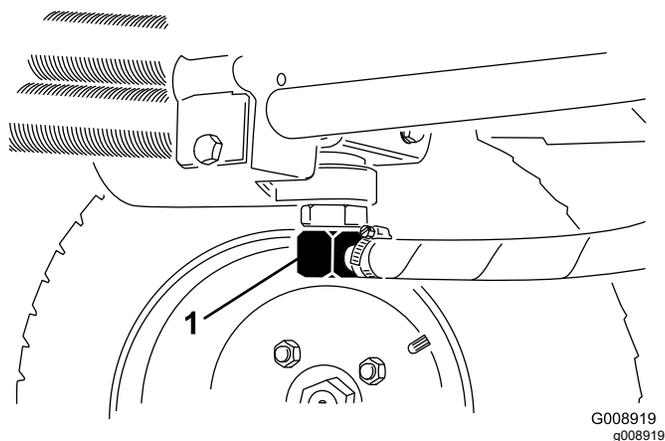
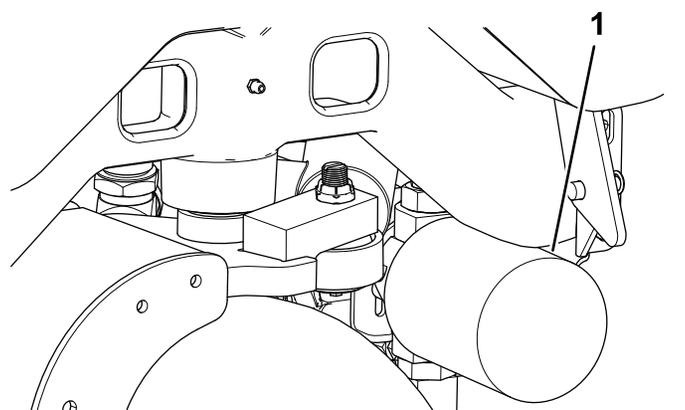

图 75
图 76
3. 断开液压管线图 75 与油箱的连接或卸掉液压油过滤器图 76 让液压油流入放油盘。
4. 在过滤器 (图 76) 下面放置一个放油盘并拆下过滤器。